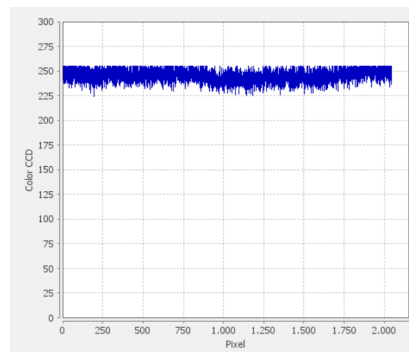

Figura 8: Sinal Vermelho teste 3
- Teste Vermelho 3: Apertar o botão Enviar 1000 para o ganho AD Vermelho Ímpar e logo em seguida, Atualizar Canal Vermelho novamente. Uma imagem como a figura 8 deve ser exibida na tela;